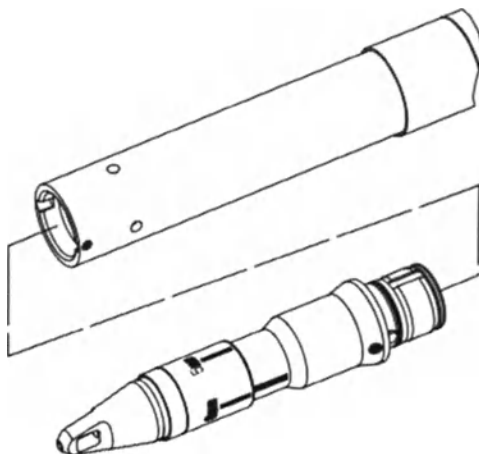

Рисунок 2. Установка насадки
2. Совместите штифты на насадке с маленькими выемками внутри манипулятора. С помощью нажатия надевайте насадку на наконечник, пока она не защелкнется в разъеме (рисунок 2).